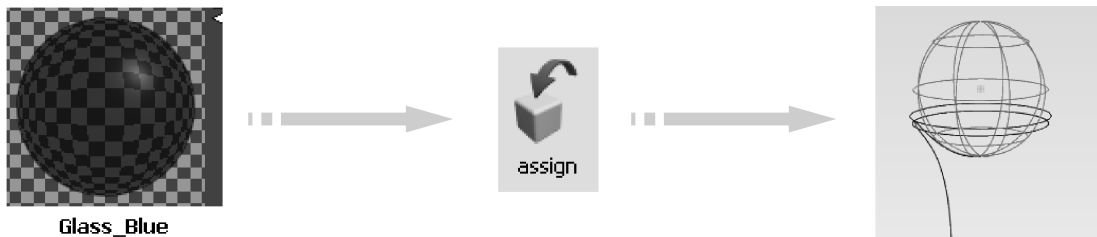

图 6-64 将材质球指定到曲面
- 04 继续使用【Pick object】工具在透视图中选择模型上部的圆球体，将刚刚复制的材质球指定到该曲面，如图 6-64 所示。